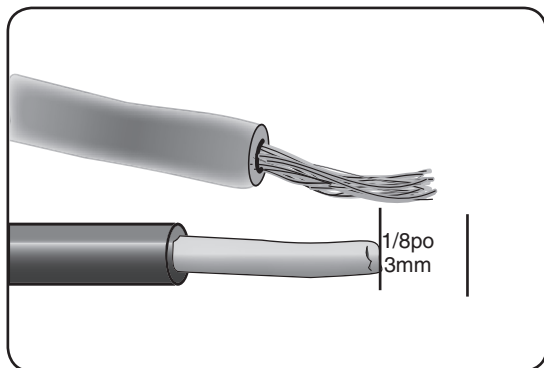

Figure 32
- Étirer les fils du lave-vaisselle de 1/8 po (3mm) loin des fils solides du câble d'alimentation, comme à la figure 32.